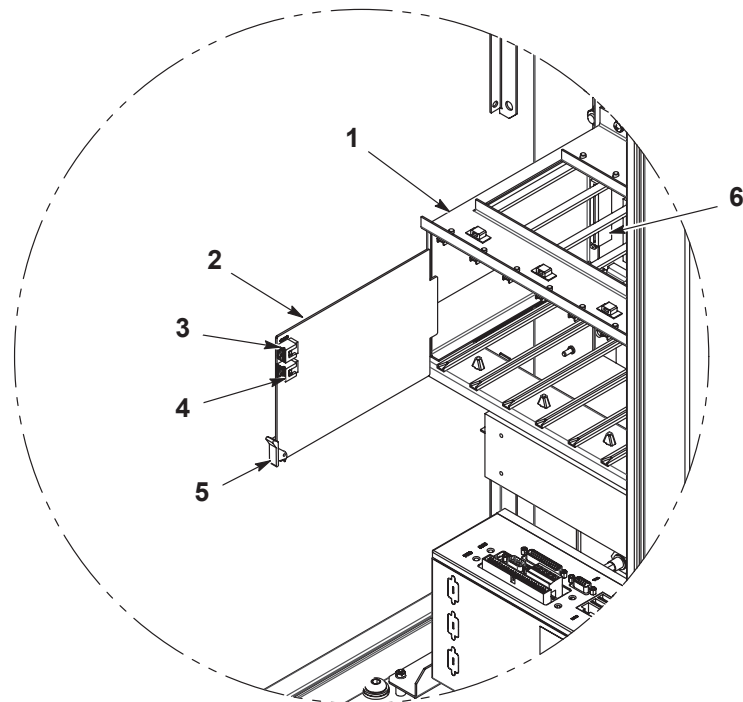

Figure 6-1 Remplacement de la carte de commande des pistolets de pulvérisation
Voir la Figure 6-1. Les cartes de commande des pistolets de pulvérisation (2) sont installées de la gauche vers la droite dans le panier à cartes. Chaque carte commande deux pistolets de pulvérisation : la prise en bas de la carte correspond au numéro de pistolet impair, celle du haut au pistolet pair.